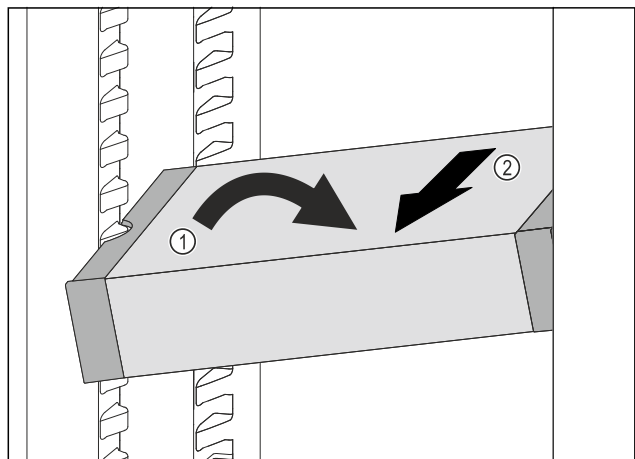

Fig. 127
- Incliner le VarioSafe dans la partie réfrigérateur. Fig. 127 (1)
- Sortir le tiroir VarioSafe par l'avant. Fig. 127 (2)